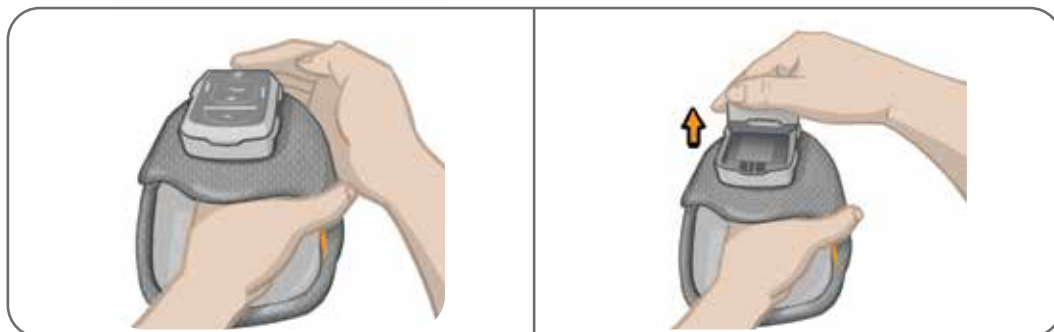

Figura 8-12: Îndepărtarea dispozitivelor GIE
2. Ridicați partea de sus a dispozitivului GIE de pe suport. Consultați Figura 8-12.